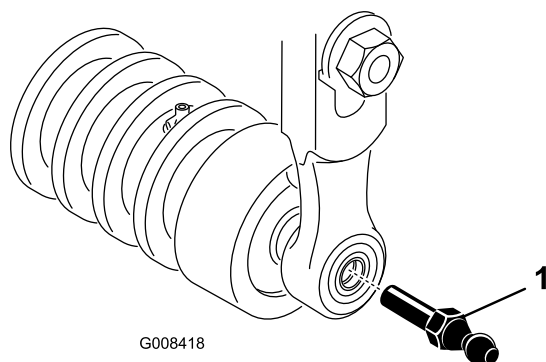

Figura 10
3. Volte a colocar o tampão esférico em cada extremidade do rolo dianteiro da unidade de corte (Figura 10).